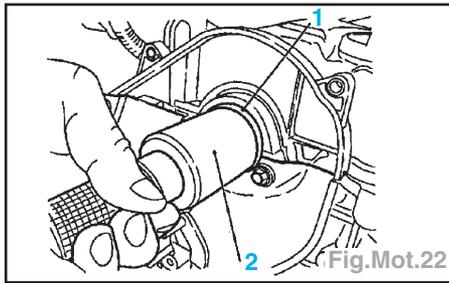

Fig.Mot.22
- Reposer la bague d'étanchéité (1) d'ACT avec l'outil KM-656 (2) (Fig.Mot.22).